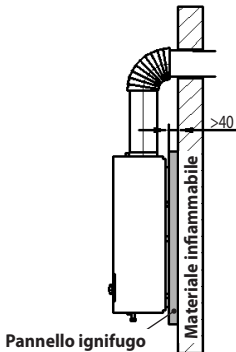

Figura 5.4
- Se i materiali delle zone di installazione sono infiammabili si deve utilizzare un pannello antincendio per isolarli (Figura 5.4).